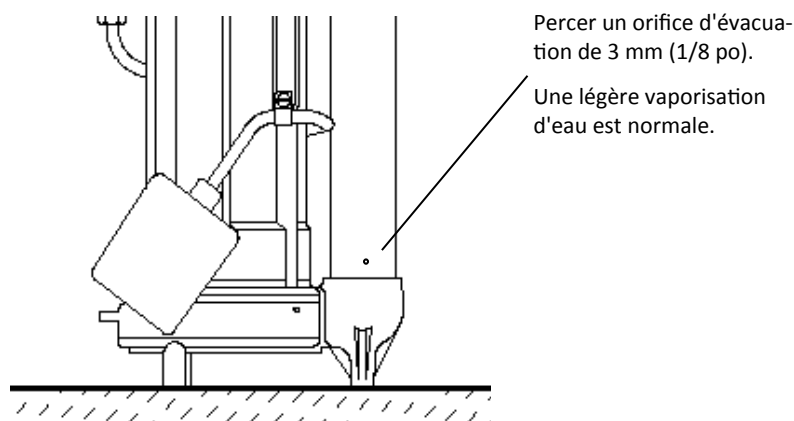

Fig. 1 – Anti-airlock hole position
7. Lorsqu'on utilise un clapet antiretour, **il est recommandé de percer un orifice d'évacuation de 3 mm (1/8 po) dans le tuyau d'évacuation, juste au dessus de la sortie de la pompe, afin de prévenir la formation de poches d'air (voir fig. 1).**